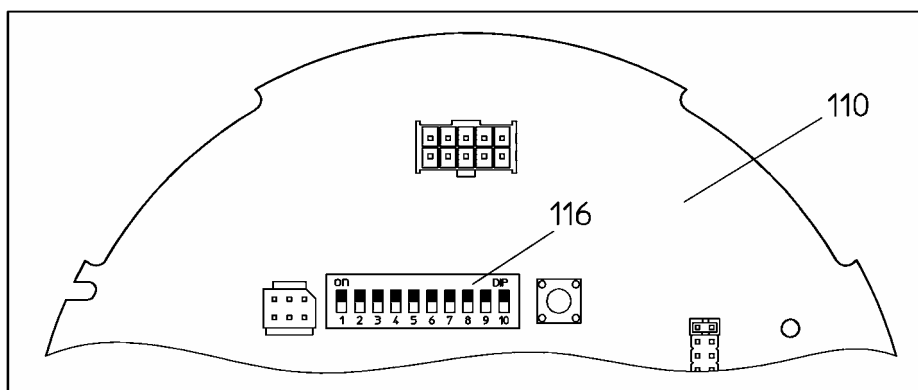

Bild 8: Kodierschalter (116) und Steckbrücken (113) der Hauptplatine (110).
5.6 Wahl des Eingangssignals über Kodierschalter und Steckbrücke (Bild 8)
5.7 Wahl der Stellzeit über Kodierschalter (Bild 8)
5.7.1 Wahl der Hysterese über Kodierschalter (Bild 8)